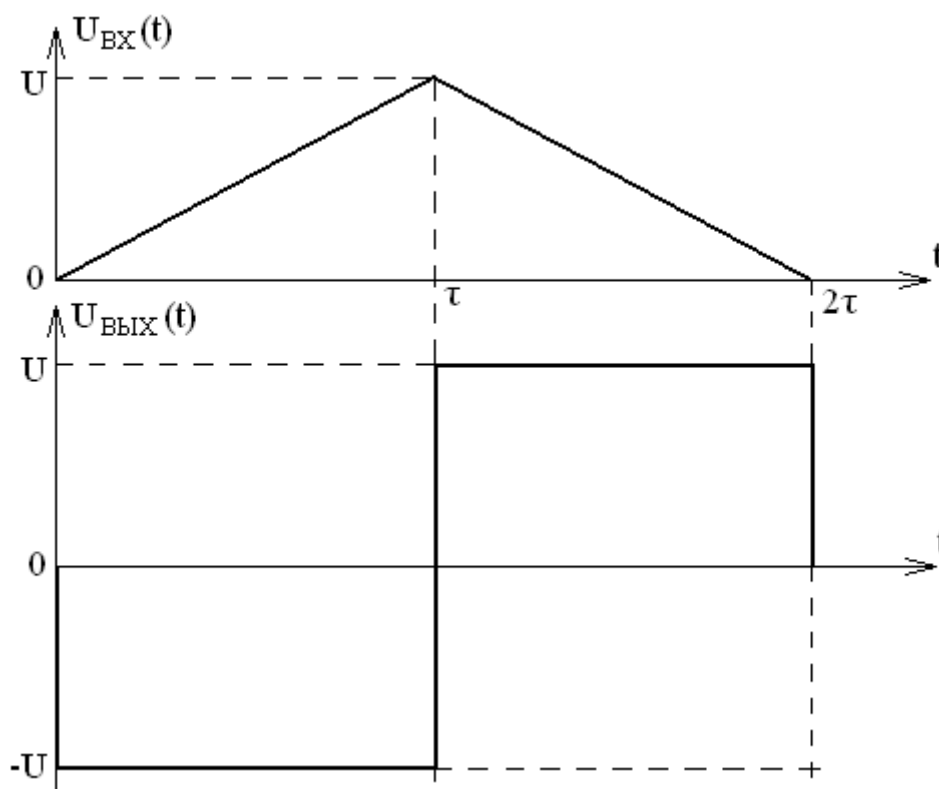

Рисунок 4.8 - Графики входного и выходного сигналов дифференциатора
5. Построить графики входного и выходного сигналов (рис. 4.8) с указанием конкретных значений напряжения и времени.